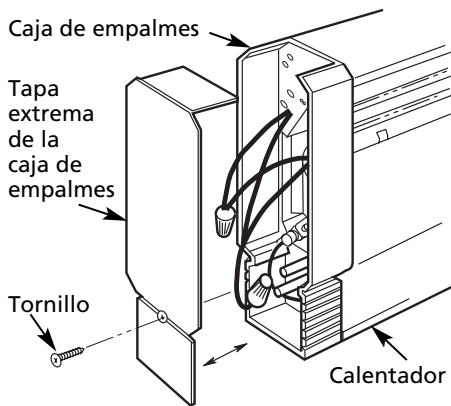

Figura 4 – Desmontaje de la Tapa Extrema
3. Retire la tapa extrema de la caja de empalmes izquierda o derecha. Para hacer esto, extraiga el tornillo en el extremo del calentador y deslice la tapa hacia afuera y sepárela del calentador (Figura 4).
2. Retire la tapa extrema de la caja de empalmes seleccionada (Figura 4, página 3) y deséchela; guarde el tornillo.